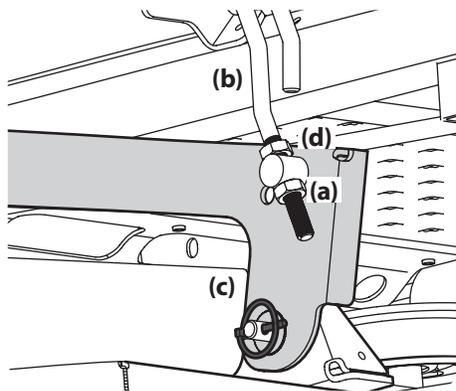

Figure 4-6
3. Desserrez le contre-écrou inférieur (a) situé sur la barre ajustable (b) qui est fixée au bras de relevage (c) pour abaisser le plateau de coupe, puis serrez le contre-écrou supérieur (d) pour fixer le plateau de coupe. Desserrez le contre-écrou supérieur (d) et serrez le contre-écrou inférieur (a) pour relever et fixer le plateau de coupe. Voir Figure 4-6.